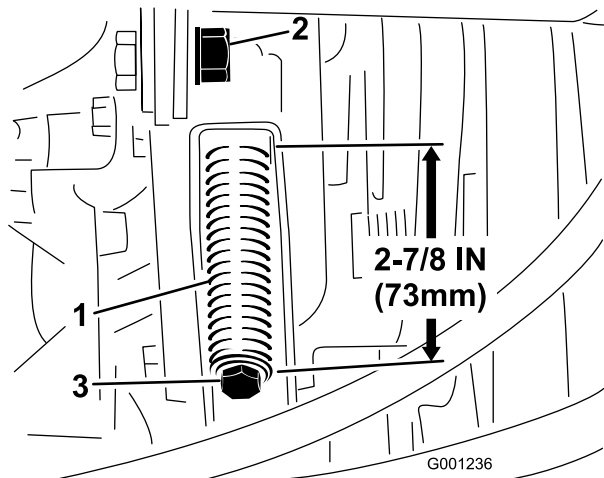

Figure 64
- Desserrez l'écrou de blocage de la tige de tension (Figure 64).
- À l'aide d'une clé de 1/2 pouce (13 mm), serrez ou desserrez le ressort de tension de la courroie (Figure 64) pour obtenir une longueur de 73 mm.
- À l'aide d'une clé de 1/2 pouce, desserrez complètement le ressort de tension de la courroie (Figure 64).
- Montez la courroie de PDF neuve et tendez le ressort de poulie à 73 mm (Figure 64).
- Serrez l'écrou de blocage (Figure 64) et fermez le capot.